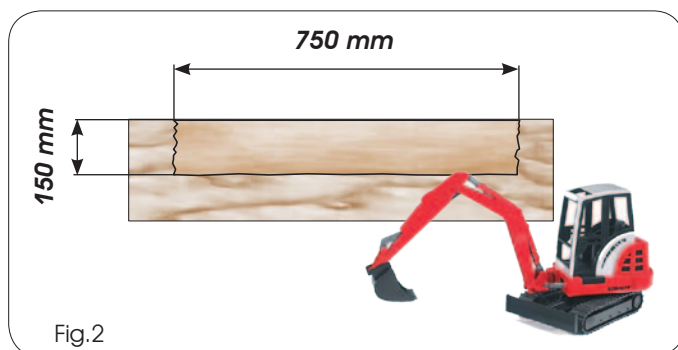
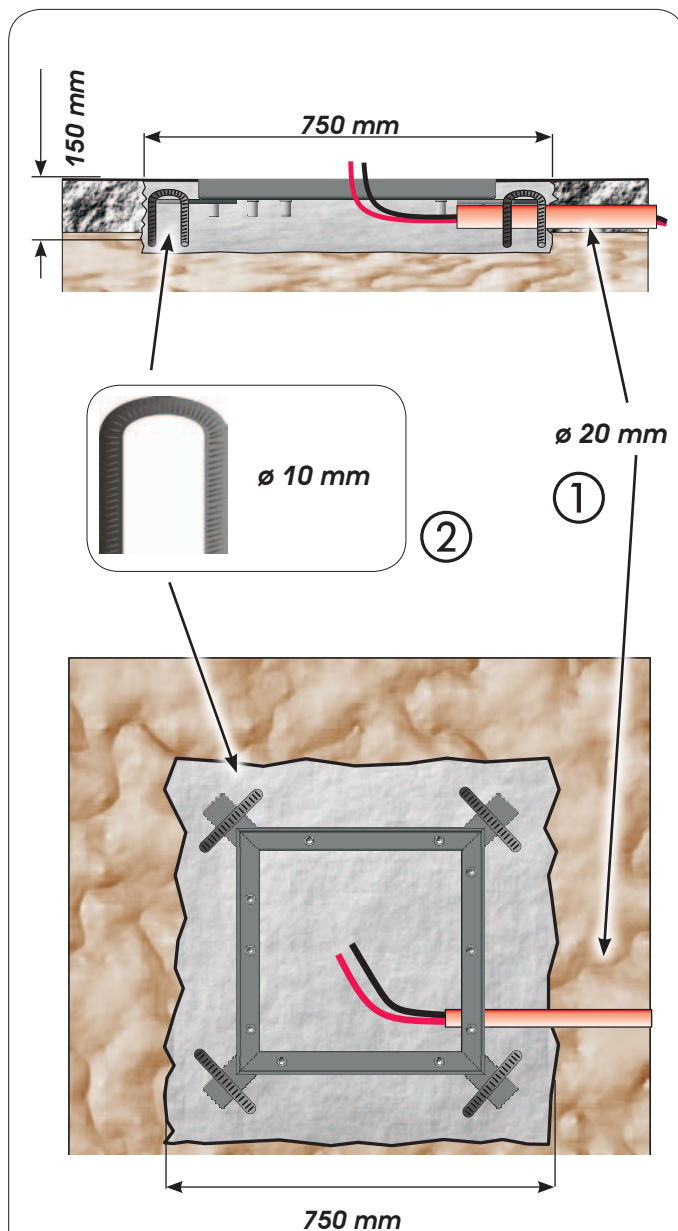

Fig.2
Fig.3
Preparar uma escavação observando as dimensões indicadas na Fig. 2. Se estiver previsto o uso das luzes de sinalização integradas na parte superior do dissipador, instalar uma bainha flexível com diâmetro interior de 20 mm para a passagem dos respectivos fios de alimentação (Fig.3, referência ①). A seguir, introduzir na escavação uma quantidade de cimento suficiente para assegurar a fixação das barras de ancoragem da contra-estrutura; aconselha-se o uso de grampos metálicos em forma de U (não fornecidos de fábrica), a serem inseridos de acordo com as indicações da Fig. 3, referência ②.
Antes de instalar a contra-estrutura, introduzir nas inserções roscadas as específicas tampas (Fig. 3, referência ③) para evitar que as mesmas sejam preenchidas com cimento